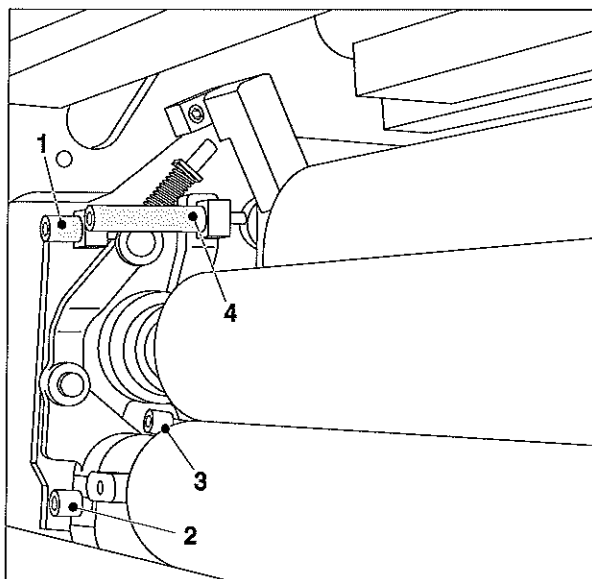

図 20 インキ着けローラの調整機構
- インキ着けローラを調整するためのホルセットネジには、ローラのカラーコードと同じ色のマークが付いています。上側（長い方）のホルセットネジ（図 20/1 と 4）は、インキ着けローラ / 横振りローラ間の調整をするためのネジです。下側（短い方）のホルセットネジ（図 20/2 と 3）は、インキ着けローラ / 版面間の調整をするためのネジです。